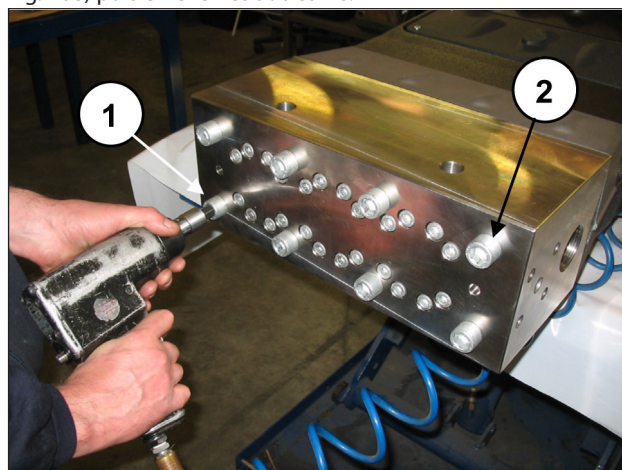
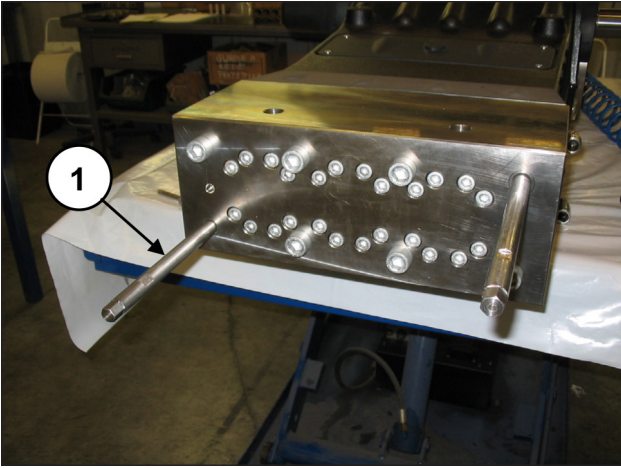

Fig. 107
Fig. 108
Dévisser deux vis de fixation de la tête M16x280 diamétralement opposées (rep. ① et ②, Fig. 107) et les remplacer par deux goujons de service (réf. 27540200 (rep. ①, Fig. 108) puis enlever les autres vis.